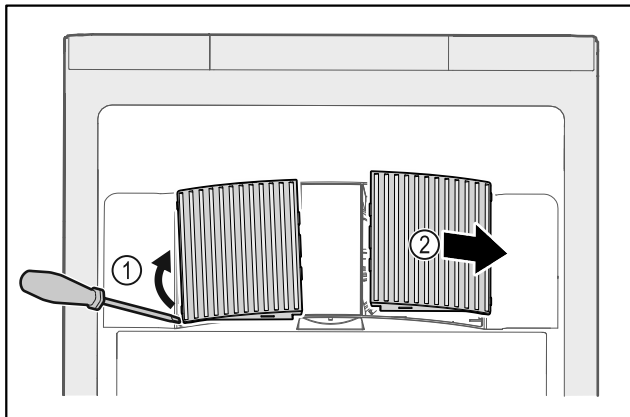

Fig. 164
- Ventilatorabdeckungen vorsichtig von der Seite heraushebeln Fig. 164 (1) und nach vorne abnehmen Fig. 164 (2).